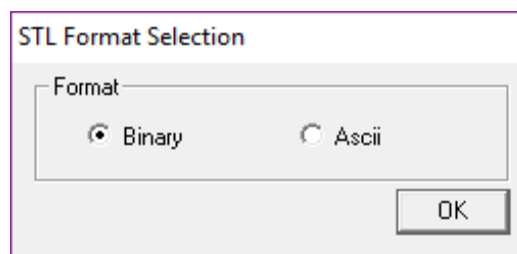

Figura 55. Selección de formato.
20. Luego elija la opción guardar y a continuación, aparece una ventana como la que se visualiza en la Figura 55, en donde muestra el formato en el que se guarda en este caso seleccione **Binary** (binario).